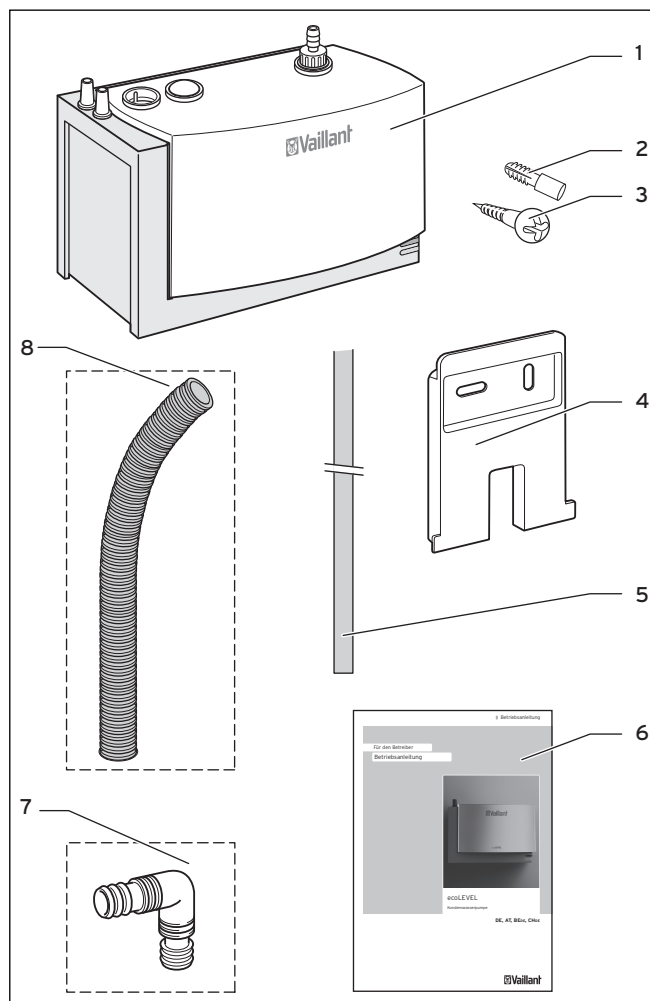
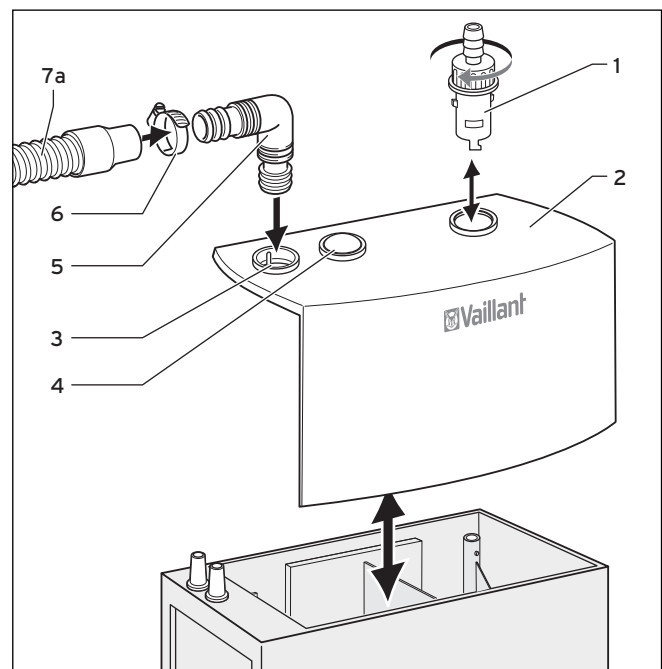
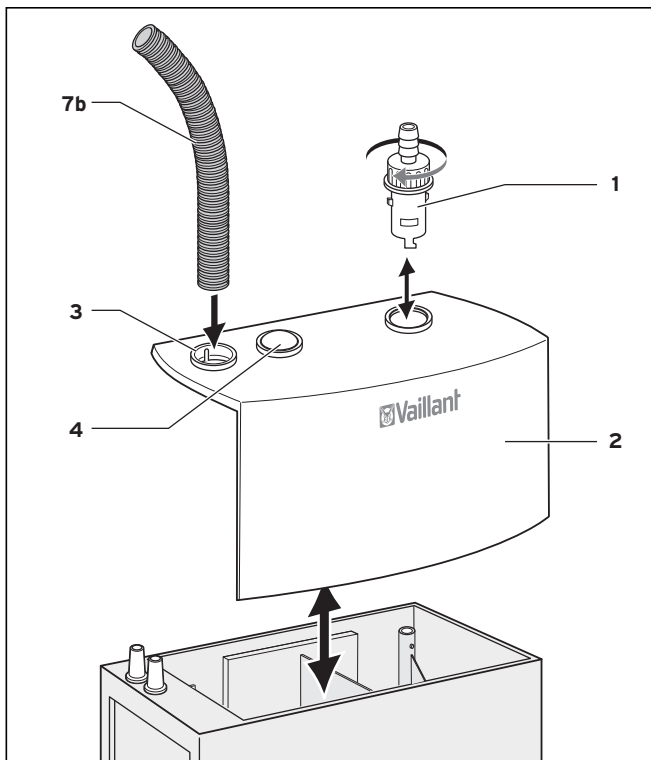

Abb. 3.3 Lieferumfang
Abb. 4.1 Rückschlagventil und Deckel demontieren, Kondensatwinkel montieren
Abb. 4.3 Rückschlagventil und Deckel demontieren
Wenn Sie den Kondensatwinkel mit dem mitgelieferten Einlaufschlauch (→ **Abb. 3.3**, Pos. 8) montieren, kommt es zu Undichtigkeiten. Kondensat kann austreten und Personen gefährden. Zudem kann austretendes Kondensat Sachschäden verursachen.
- Verwenden Sie den Kondensatwinkel (→ **Abb. 3.3**, Pos. 7) nur mit einem dafür geeigneten Einlaufschlauch.
- Verwenden Sie den Kondensatwinkel (→ **Abb. 3.3**, Pos. 7/**Abb. 4.1**, Pos. 5) nur für Montagevariante 1 und nur mit einem dafür geeigneten Einlaufschlauch.
- Stecken Sie den Auslaufschlauch (→ Abb. 3.3, Pos. 5) bis zum Anschlag auf das demontierte Rückschlagventil (→ Abb. 4.1/Abb. 4.3, Pos. 1).
- Beachten Sie, dass für den Kondensatwinkel nur Einlaufschläuche verwendet werden dürfen (→ **Abb. 4.1**, Pos. 7a).
- Verwenden Sie den mitgelieferten Kondensatwinkel (→ **Abb. 4.1**, Pos. 5).
- Verwenden Sie keinesfalls den mitgelieferten Kondensatschlauch (→ **Abb. 4.3**, Pos. 7b)